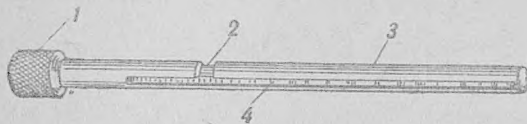

Рис. 6. Шомпол:
9. Шомпол (рис. 6) служит для выталкивания стреляных гильз. Он имеет: головку с насечкой; стебель с продольным и поперечным пазами для зуба шомпольной пружины; пружину (рис. 7) для удержания шомпола.